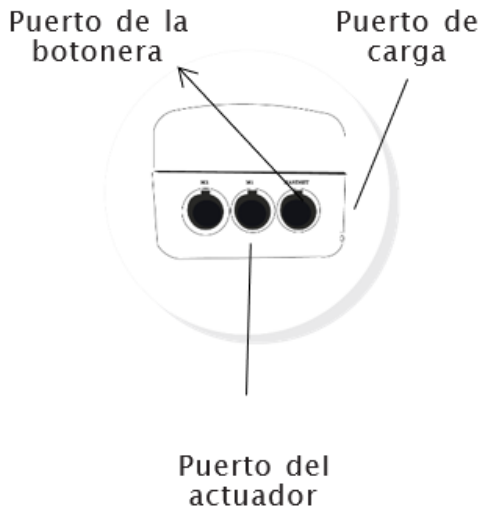

Figura 7. Descripción de los puertos de conexión eléctricos
1. Conecte el enchufe del cargador al puerto de carga. (ver FIGURA 7)